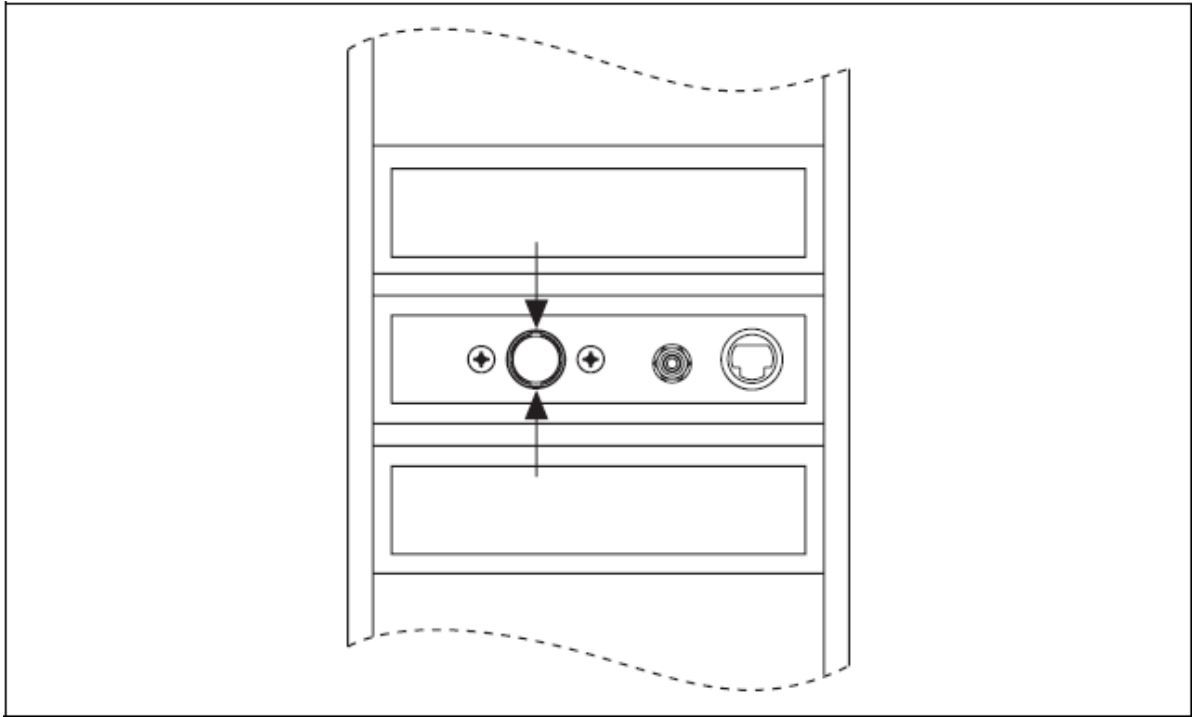

Рисунок 4. Установка NI PCI-5911
**(NI PCI-5911)** При установке платы NI PCI-5911 проверьте, что BNC коннектор находится по центру металлической рамки корпуса, как показано на рис.4. Если внешняя часть BNC коннектора будет касаться корпуса ПК, может происходить ухудшение качества сигнала. Для минимизации шума не позволяйте внешней части коннектора BNC соприкасаться или находиться близко с металлическим частям ПК.